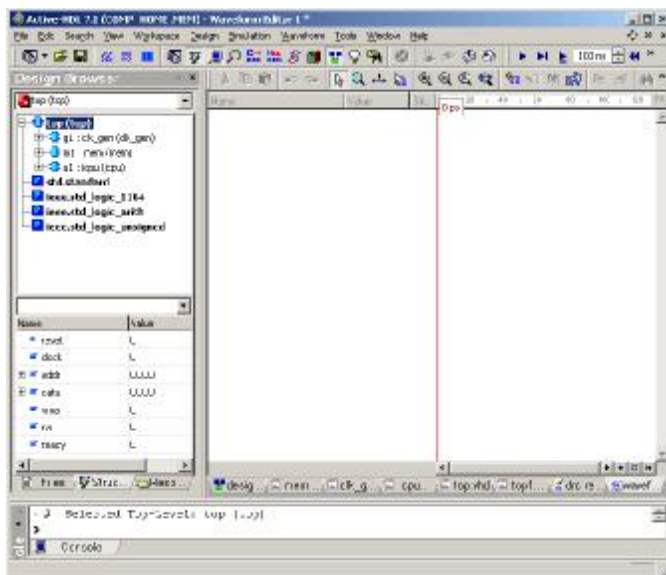

Рисунок 2.21 – Додавання сигналів до часової діаграми
2.7.3 Відкрийте вікно редактора *часових діаграм* **Waveform Editor**. Для цього оберіть команду **File** → **New** → **Waveform**, або клацніть на кнопці  **New Waveform** панелі інструментів Active-HDL. Клацніть на імені **top** у верхній частині вікна **Design Browser** сторінки **Structure**. Внизу сторінки можна побачити сигнали вибраного модуля (див. рис. 2.21). Таким же чином на цій сторінці можна побачити підпорядковані обраному компоненту модулі (**clk_gen(clk_gen)**, **mem(mem)**, **icpu(icpu)**) і їх сигнали.